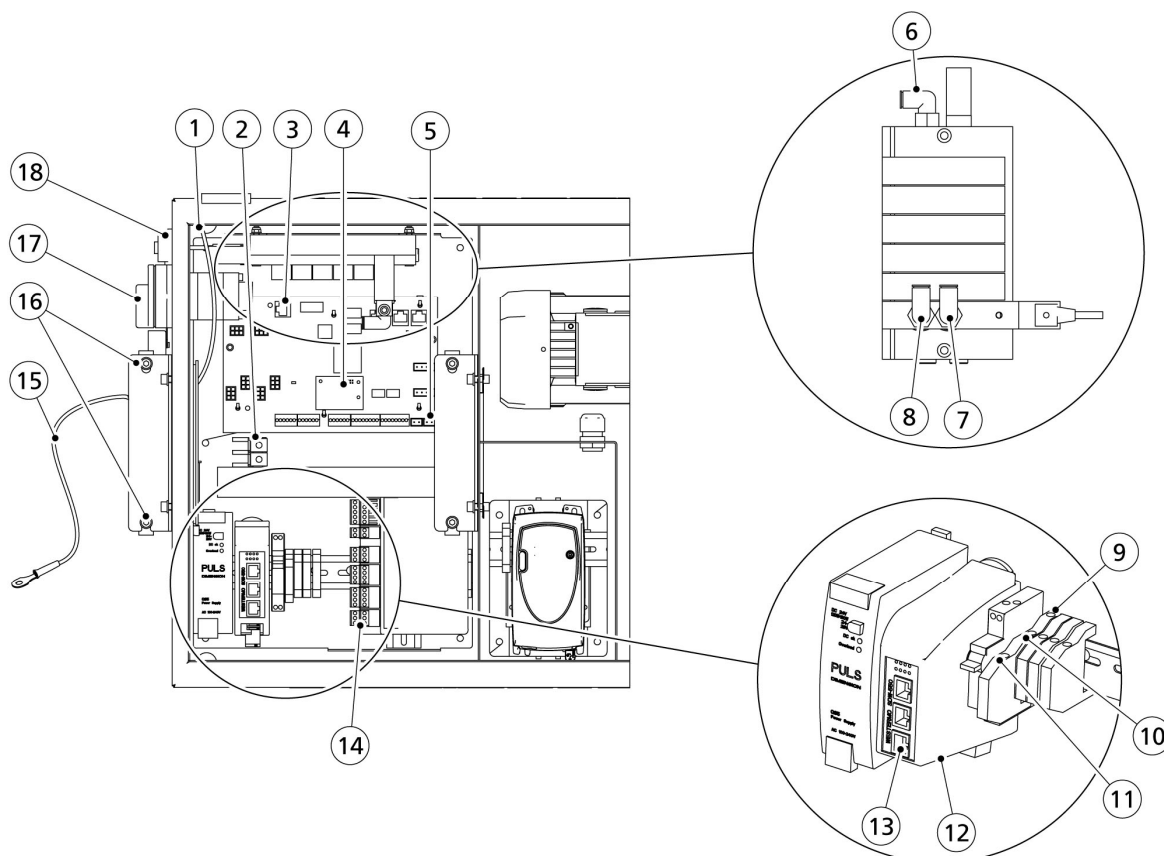

Abbildung 31. Anschluss der Steuereinheit
3. Schließen Sie den schwarzen Schlauch an die Schlauchkupplung (7, abb. 31, Seite 5-19) des Ventilblocks an.
4. Schließen Sie den blauen Schlauch an die Schlauchkupplungen (8) des Ventilblocks an.
6. Schließen Sie den Druckluftversorgungsschlauch an die Druckluftkupplung (6) an.
1. Entfernen Sie die Schrauben und die Klemme von der FSK-Platine (4, abb. 31, Seite 5-19).